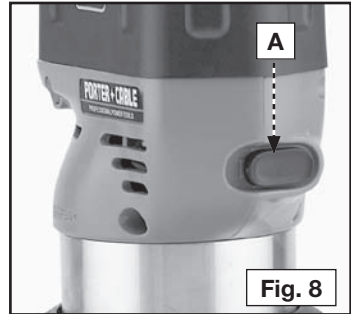

Fig. 8
El motor es encendido y parado moviendo la fig. 8 del (A) del interruptor a la posición del "ON". o del "OFF".